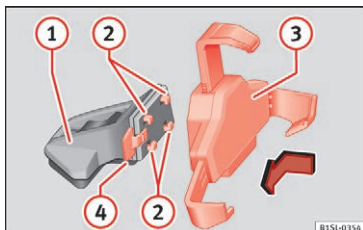

Fig. 134 Samling af universalholder og holdearm
• Sæt eventuelt holderen til smartphonen på »» **Fig. 134** ①.
• Hold fast i universalholderen »» **Fig. 134** ③ fast, og tryk på udløserknappen »» **Fig. 134** ④.
• Sæt universalholderen »» **Fig. 134** ③ ind i fastgørelserne ② på holdearmen ①.
• Skub universalholderen til siden i låseretning ④, indtil du kan høre, at den går i hak »» **Fig. 134** ④.